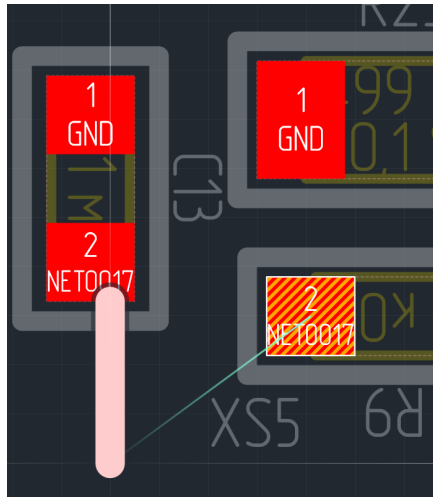

Рис. 178 Отображение
1. Выбирать начало трека, после чего курсор переместится в заданную точку, через которую нужно проложить трек. В этот момент на экране отображается возможный вид трека, предлагаемый автоматическим трассировщиком, см. Рис. 178.